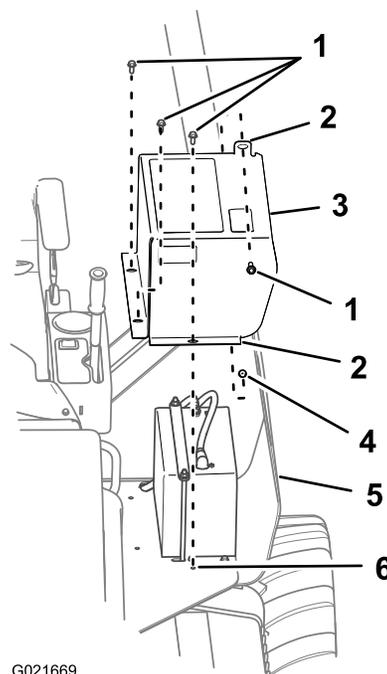

Figura 57
2. Remova o parafuso de fixação da tampa da bateria à chapa da EPCC (Figura 57).
3. Remova os 3 parafusos de fixação da tampa da bateria à plataforma do operador, e remova a tampa (Figura 57).
1. Alinhe os furos nas abas de fixação da tampa da bateria com os furos na plataforma do operador, ao redor da bateria (Figura 57).
2. Fixe a tampa da bateria à chapa da EPCC com um parafuso (Figura 57).
3. Fixe a tampa da bateria à plataforma do operador com os 3 parafusos anteriormente removidos (Figura 57).